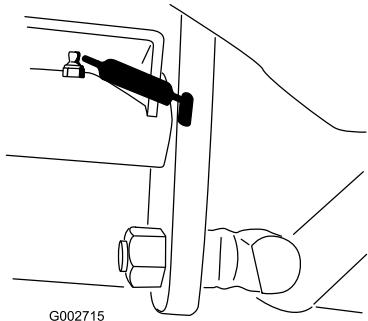

Figura 22
- Pedal de tração articulado (1) (Figura 22)